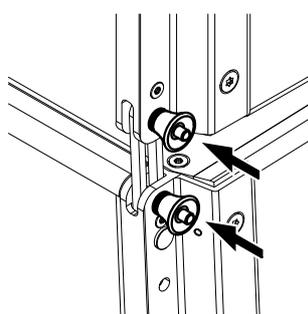

Abb. 3: SUB zu SUB, 2.5° Öffnungswinkel, offen
- SUB zu SUB mit 2.5° Öffnungswinkel (offen ⇒ Abb. 3) zwischen den Lautsprechern.